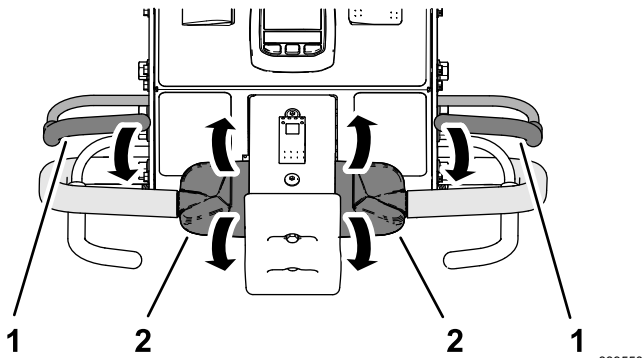

Bild 32
2. Halten Sie einen der beiden Schaltbügel am Lenker und drehen Sie den Fahrtriebshebel (Bild 32) nach vorne oder nach hinten, und lassen Sie den Motor an.